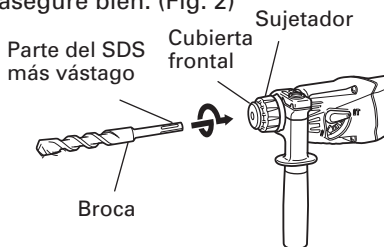

Fig. 2
6. Montaje de la broca (Fig. 2)
(1) Limpie la parte del vástago de la broca de taladro.
(2) Inserte la broca de taladro girando en el sujetador de la herramienta hasta que se asegure bien. (Fig. 2)